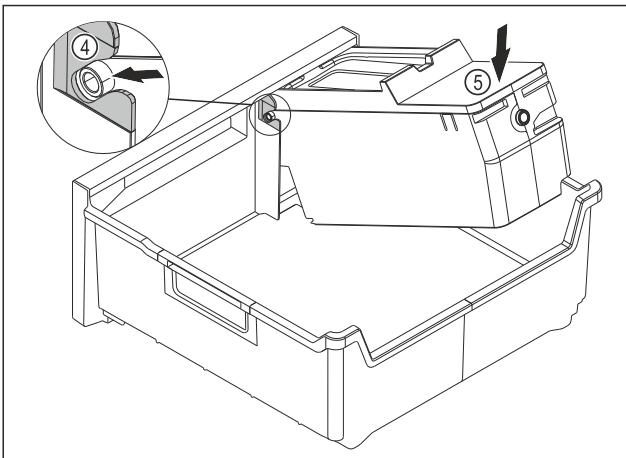

Fig. 147
- Montirajte glavni del EasyTwist-Ice: Osi glavnega dela EasyTwist-Icepotisnite v vodila Fig. 147 (4).
- Glavni del EasyTwist-Ice Fig. 147 (5) potisnite zadaj navzdol.